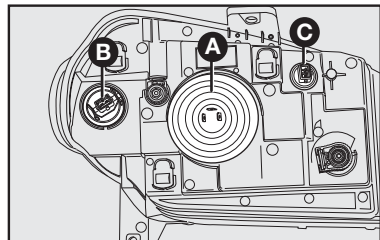

fig. 17
- 2) Puxar a tampa **A-fig. 17** para trocar a lâmpada do farol alto/baixo e retirá-la;
- 6) Recolocar a tampa **A-fig. 17**.
- 1) Girar o porta-lâmpada **B-fig. 17** no sentido anti-horário e retirá-lo.
- 3) Substituir a lâmpada e recolocar o porta-lâmpada **B-fig. 17**, girando-a no sentido horário.
- 1) Girar o porta-lâmpada **C-fig. 17** no sentido anti-horário e retirá-lo;
- 2) Puxar o porta-lâmpada **C-fig. 17** para retirá-la de sua sede;